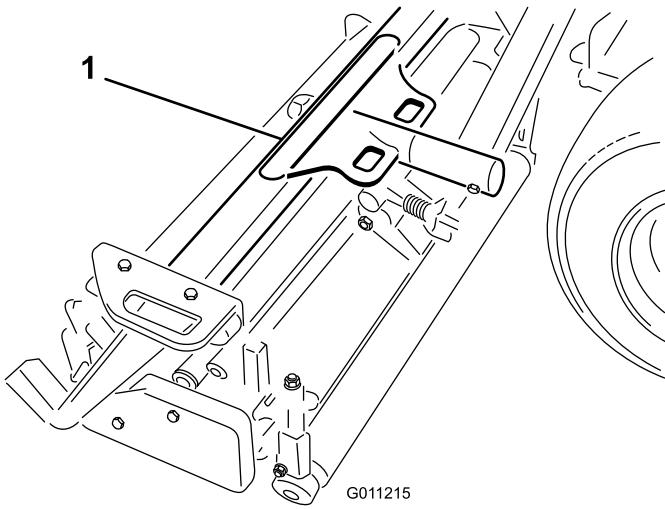
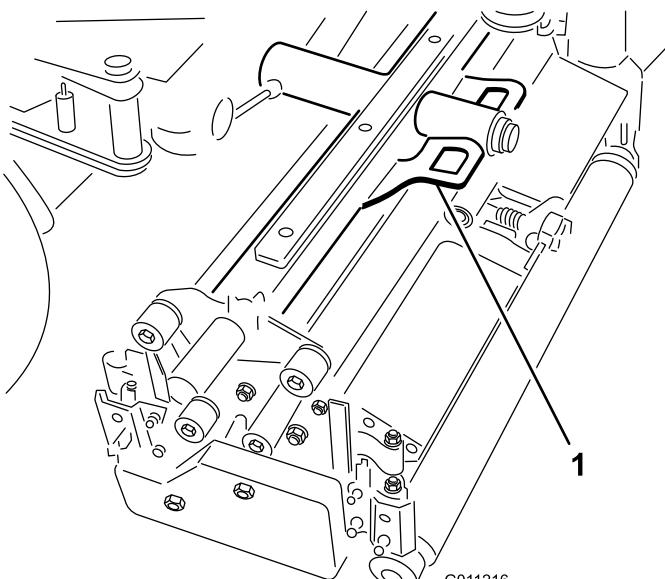
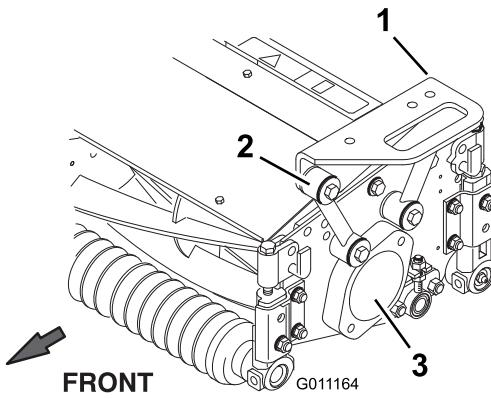

Figura 14
Figura 15
Figura 16
2. Posicione uma estrutura de suporte dianteira (Figura 14) em cada unidade de corte dianteira. Alinhe os orifícios de montagem com as ligações de montagem, como se mostra em Figura 16.
3. Posione a estrutura de suporte traseira (Figura 15) na unidade de corte traseira e alinhe os orifícios de montagem com as ligações de montagem, como se mostra em Figura 16.
4. Fixe cada ligação de montagem à estrutura de suporte com um parafuso (3/8 x 2-1/4 pol.), 2 anilhas planas e uma porca de bloqueio, como se mostra em Figura 16. Posicione uma anilha em cada lado da ligação quando estiver a montar. Aperte os parafusos com 42 Nm.
5. Retire a vela expedida cas caixas de rolamentos das restantes unidades de corte (Figura 16).